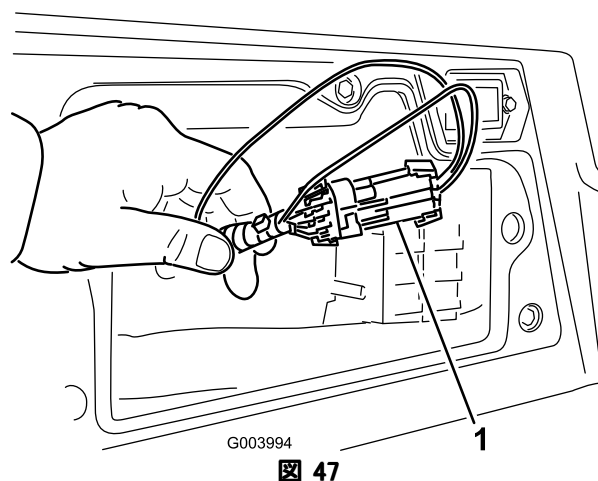

図 47
3. コントローラの近くにあるワイヤハーネスとそのコネクタを探し出す（図 47）。